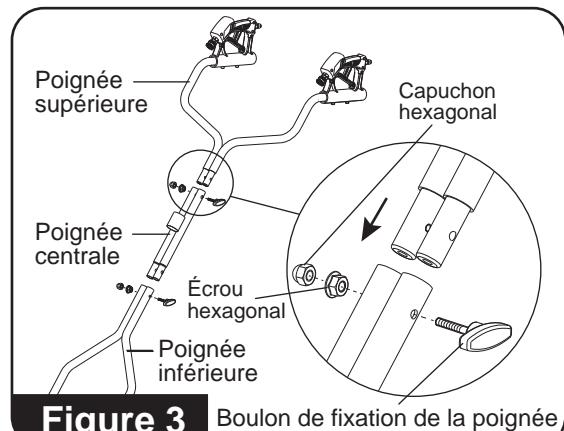

Figure 3
**REMARQUE :** Assurez-vous que l'écrou hexagonal est aligné comme indiqué (**consultez la figure 3**).